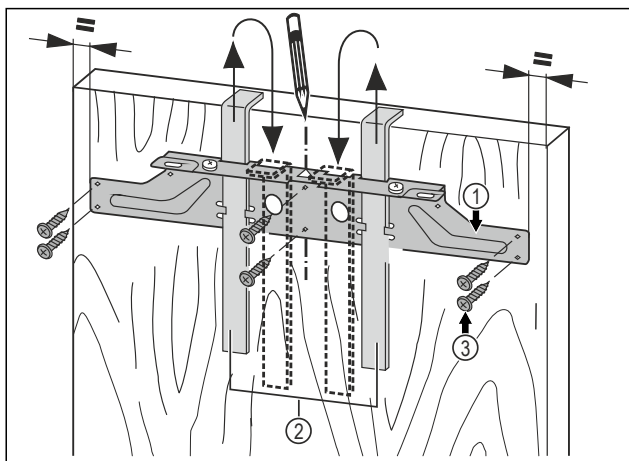

Fig. 21
- Zaveste upevňovaciu traverzu Fig. 21 (1) pomocou montážnych pomôcok Fig. 21 (2) na vnútornú stranu nábytkových dverí.
- Vyrovnajte upevňovaciu traverzu Fig. 21 (1) v strede na dverách.
- Priskrutkujte upevňovaciu traverzu Fig. 21 (1) minimálne 6 skrutkami Fig. 21 (3).
- Priskrutkujte upevňovaciu traverzu Fig. 21 (1) na okraji minimálne 4 skrutkami Fig. 21 (3).
- Vytiahnite montážne pomôcky Fig. 21 (2) smerom nahor a zasuňte ich otočené do vedľa ležiacich upevňovacích otvorov.